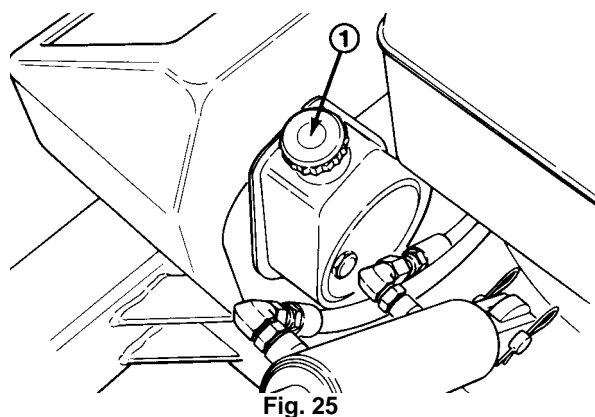

Fig. 25
2. Sett en egnet beholder under chassiset under pumpen (fig. 25).